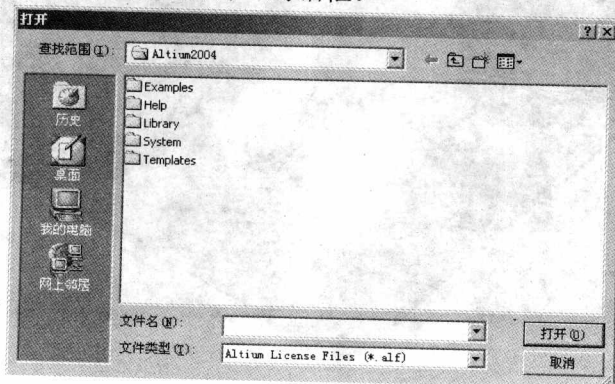

图 1.11 “打开”对话框
(1) 在 “DXP Licensing” 栏内的 “Licensing Mode” 选项栏中选择软件许可证类型, “Standalone” 表示单机版软件许可证, “Network” 表示网络版软件许可证。选中 “Standalone” 前的单选按钮, 然后单击 “Available License” 区域内的 “Add license file” 超链接, 打开如图 1.11 所示的 “打开” 对话框。